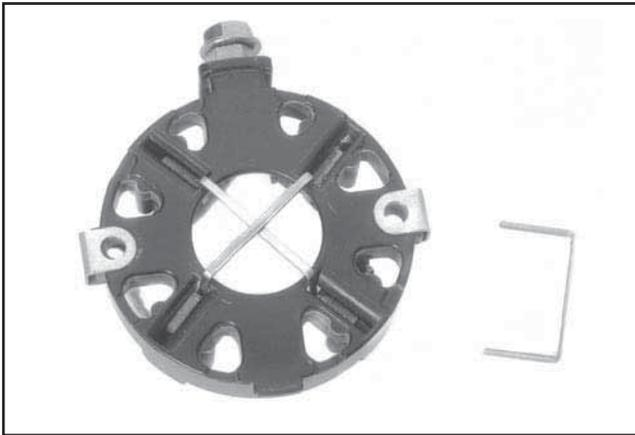

Figure 8-42. Capot de culasse du commutateur de type « B » avec balais.
4. Si le groupe des balais n'est pas remplacé, positionner les balais dans leurs logements dans le support. Les pousser en position rétractée et poser les arrêts en carton pour les garder en place. Voir la Figure 8-42.